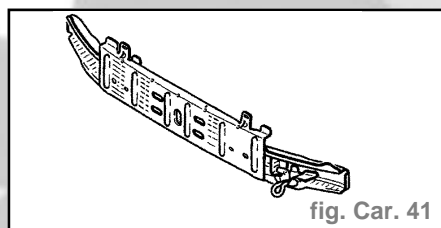

fig. Car. 41
- Pièce assemblée avec (fig. Car. 41) :